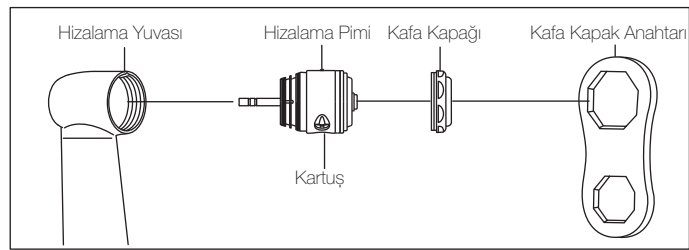

Fig. 7
- 6) Kafa kapağını monte ediniz. (Fig. 7)